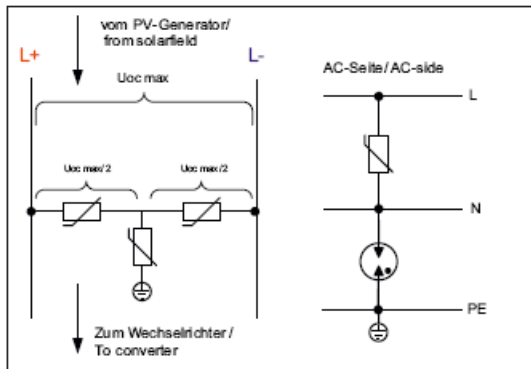

Bild 46.1 Schaltung der Überspannungsschutzgeräte auf der Gleich- und Wechselspannungsseite des Wechselrichters
Die Geräte der Gleichspannungsseite werden mit Hilfe von Varistoren (1) geschützt. Dazu sind jeweils zwei Varistoren zwischen den Leitern und jeweils zwei Varistoren von den Leitern gegen Erde in Reihe geschaltet (Bild 46.1).